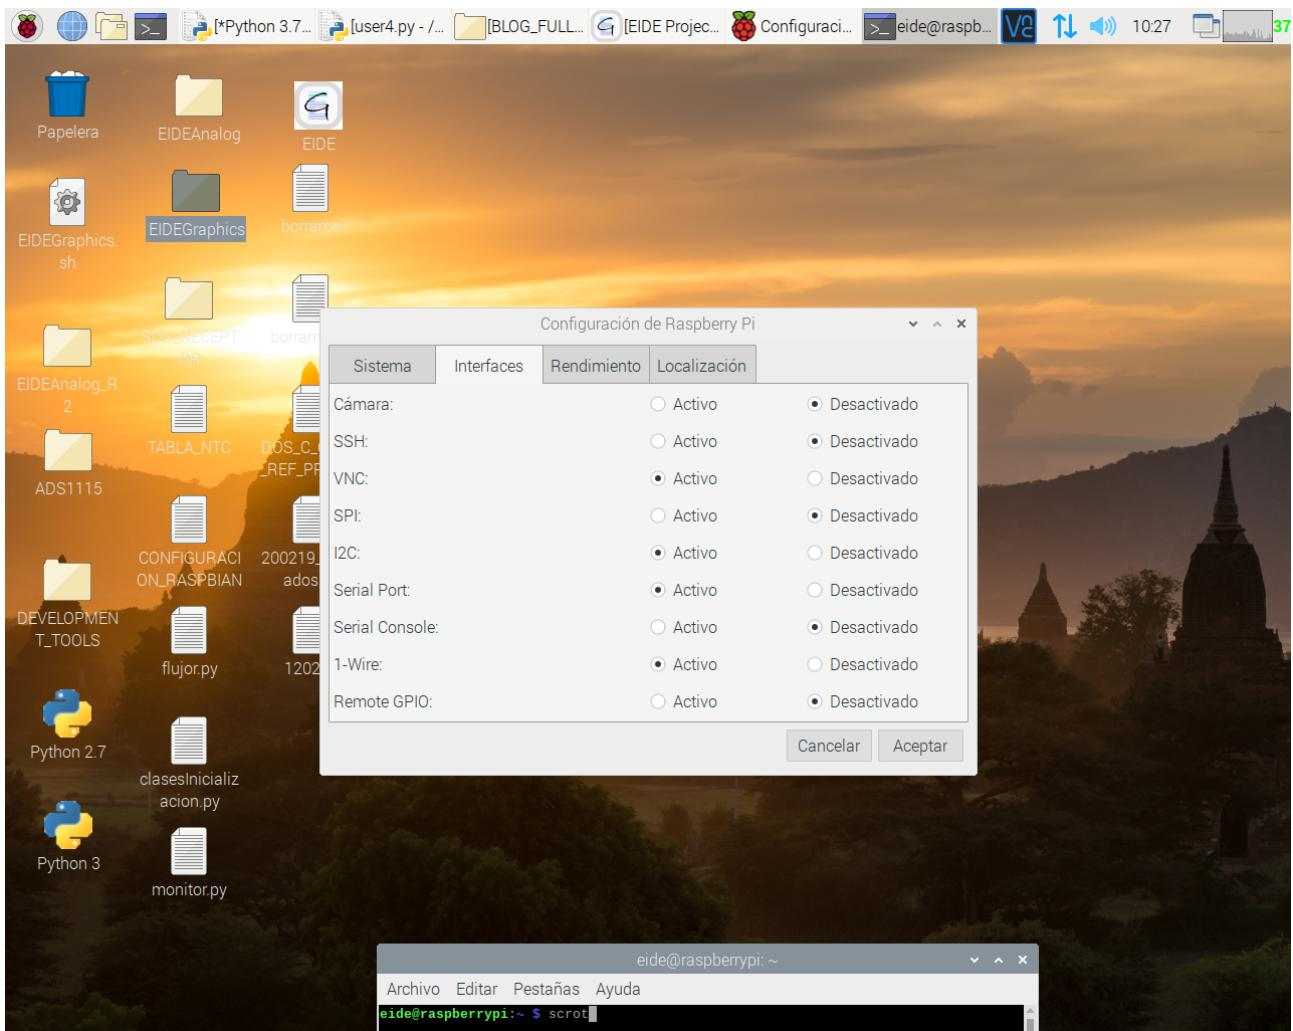

Figura II.1. Configuración del Raspberry para i2c activo.
Para que funcione tiene que estar activada la correspondiente opción en el Raspberry (i2c "activo": figura II.1, dele sin miedo)
Para que funcione tiene que estar activada la correspondiente opción en el Raspberry (1-Wire “activo”: figura II.1, dele, aquí también, sin miedo).
1. Figura II.1: “Serial port” activo.